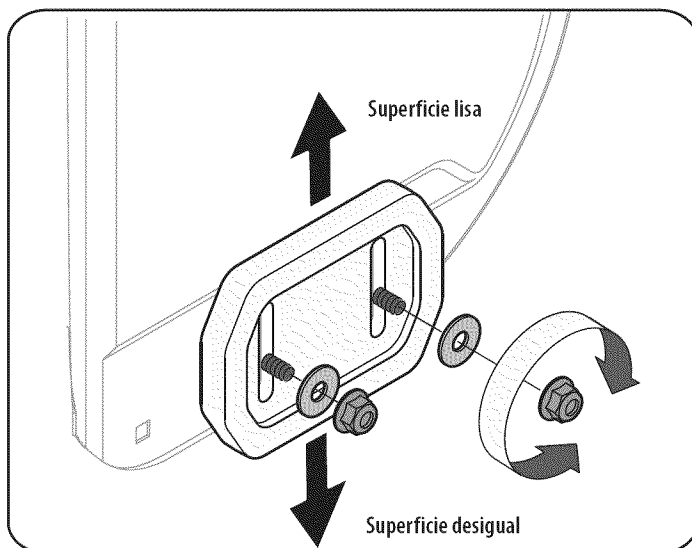

Figura 10
1. Afloje las cuatros tuercas hexagonales (dos en cada lado) y los pernos del carro. Mueva las zapatas antideslizantes a la posición deseada. Vea la Figura 10.